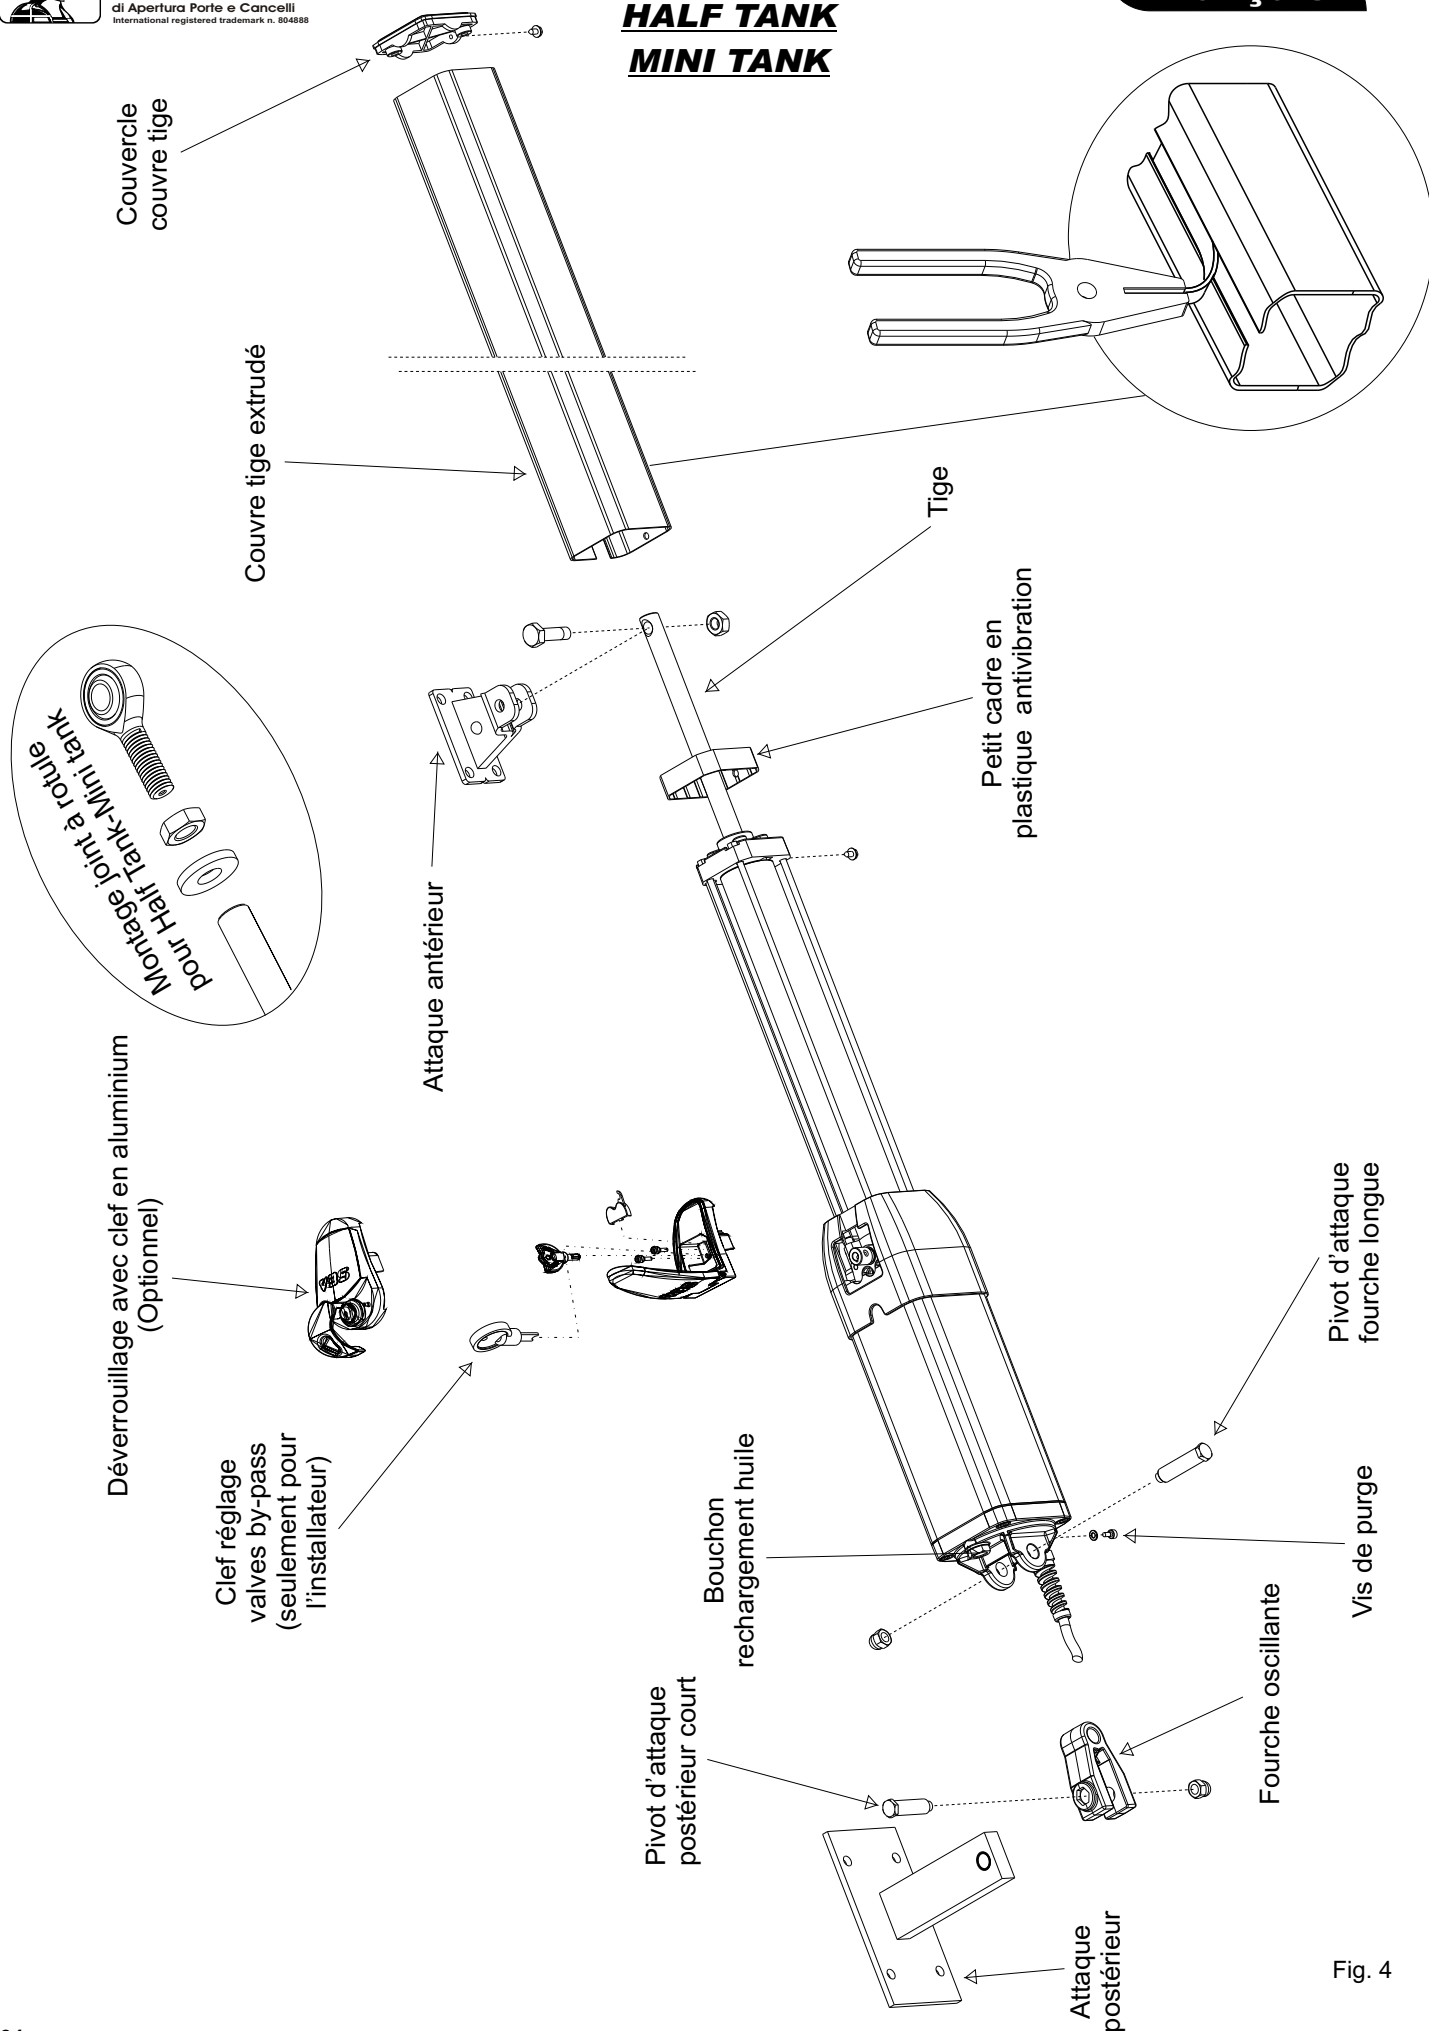

Fig. 4
- Ouvrir soigneusement l'emballage, faisant attention de ne pas perdre les composants reportés dans fig. 4.